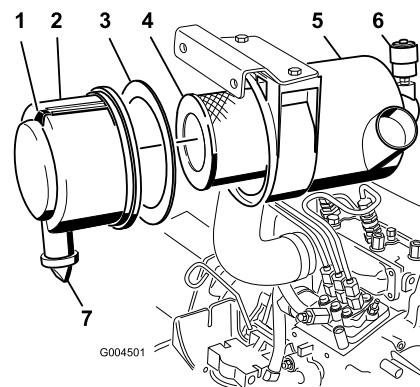

Figure 58
- Faites l'entretien du filtre à air quand l'indicateur de colmatage (Figure 58) est rouge ou toutes les 400 heures (plus fréquemment si vous travaillez dans une atmosphère extrêmement poussiéreuse ou sale). N'effectuez pas l'entretien du filtre à air trop souvent.
1. Tirez le verrou vers l'extérieur et tournez le couvercle du filtre à air dans le sens anti-horaire (Figure 58).
2. Déposez le couvercle du corps du filtre à air (Figure 58).
4. Déposez et remplacez l'élément principal (Figure 58).
6. Vérifiez que le joint en mousse est en place dans le couvercle et qu'il n'est pas déchiré ou endommagé (Figure 58). Remplacez-le s'il est endommagé.
A. Retirez la valve de sortie en caoutchouc du couvercle (Figure 58).
10. Réarmez l'indicateur de colmatage (Figure 58) s'il est rouge.